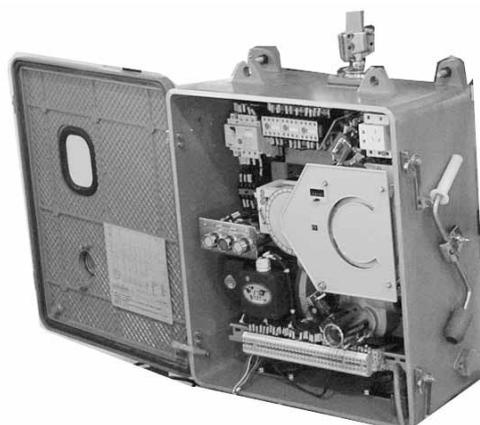

Fig.6 CMA9 mécanisme d'entraînement à moteur
3.1.1 Bride de tête: (voir fig.6 pour les dimensions de la bride de tête de ce produit)C'est à travers du volant que la force est transmise aux arbres d'entraînement.Puis, les contacts mobiles sont actionnés par le biais des pièces d'accouplement.